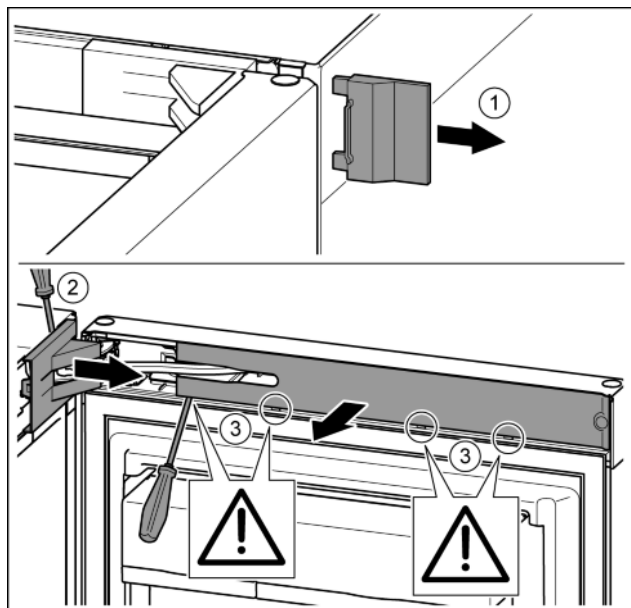

Fig. 7
- Снять внешнюю крышку. Fig. 7 (1)
- При помощи отвёртки освободить от фиксаторов крышку опорного кронштейна и отсоединить. Снять крышку опорного кронштейна. Fig. 7 (2)
- Шлицевой отвёрткой вывести накладку из зацепления и отвести в сторону. Fig. 7 (3)